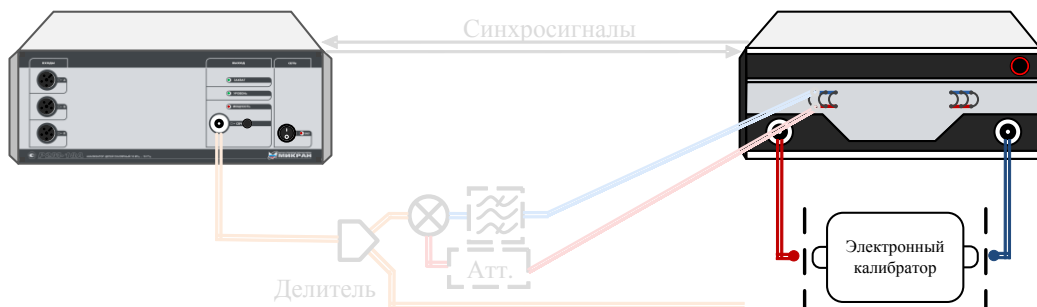
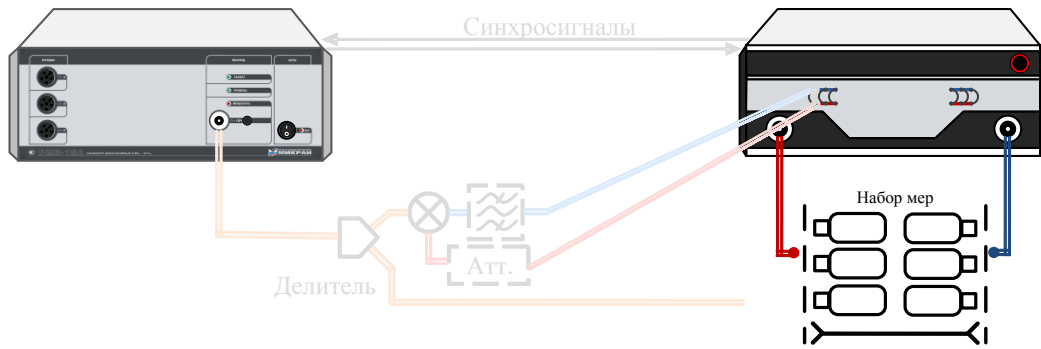

Рисунок 5.33 – Схема подключения при калибровке с набором калибровочных мер (шаги 1-6)
Рисунок 5.34 – Схема подключения при калибровке с электронным калибратором (шаги 1-6)
Первые 6 шагов калибровки производятся без «калибровочного» смесителя с использованием наборов калибровочных мер (рисунок 5.33) или электронного калибратора (рисунок 5.34).
**!** На этапе измерения параметров отражения калибровочного смесителя должны использоваться те же самые меры, что и при калибровке первого порта (рисунок 5.33). В данном случае может потребоваться переход, если пара «калибровочный» смеситель/фильтр имеют внешние соединители одного вида – «вилка-вилка» или «розетка-розетка».